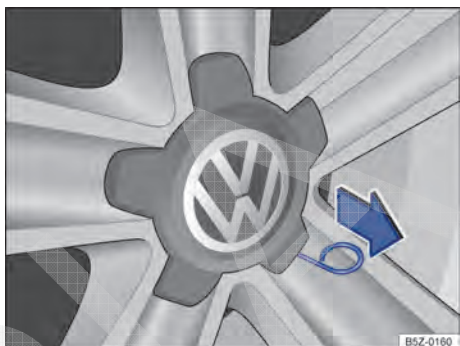

Fig. 145 Retirar a calota central da roda de emergência.
- Para *remover*, retirar o gancho extrator da caixa de ferramentas de bordo e puxar pela lateral da calota → Fig. 145.